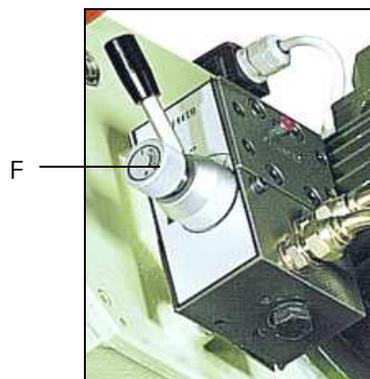

Figure 4
4. Régler l'avance (vitesse de descente) (F fig.4). Il est conseillé lors des premières coupes de descendre progressivement afin de ne pas solliciter le ruban.
6. Régler la vitesse du ruban à l'aide du variateur (G fig.4).